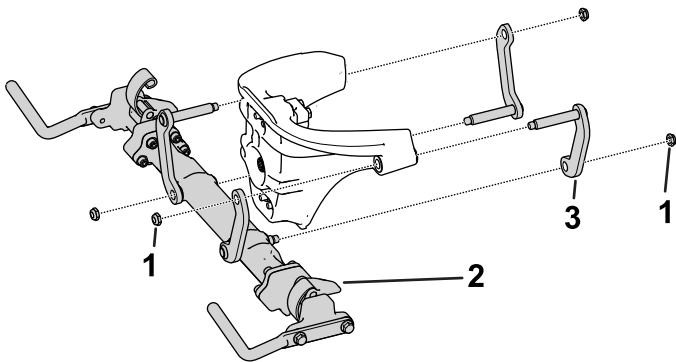

Figura 2
2. Rimuovete il gruppo del braccio trasversale allentando e rimuovendo i dadi che fissano i bracci del gruppo di collegamento alla testa di sterzo (Figura 2).
7. Montate il gruppo del braccio trasversale sulla testa di sterzo (Figura 2).